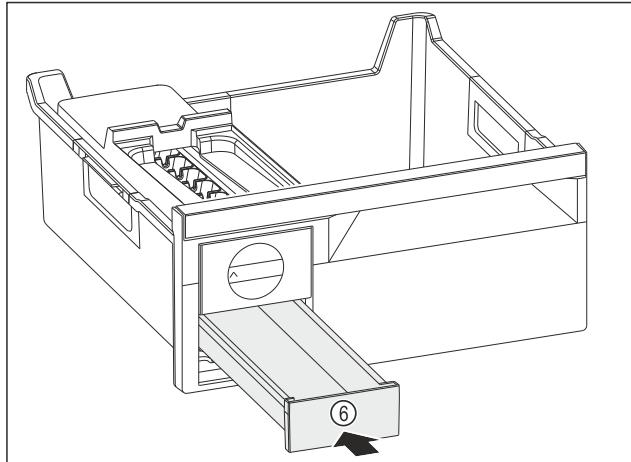

Fig. 148
- ▶ Вдвиньте выдвижной ящик для кубиков льда Fig. 148 (6).